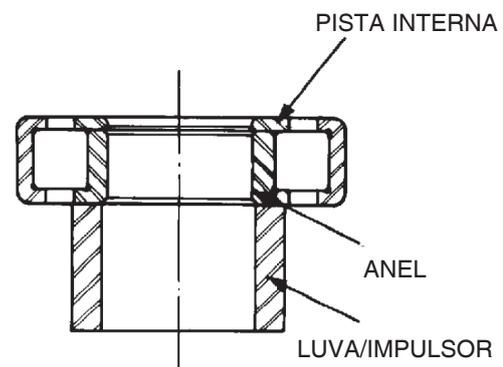

Figura 53
- B. Verifique se os furos da luva, da pista interna e do anel de encosto do rolamento estão perfeitamente alinhados (Figura 53);